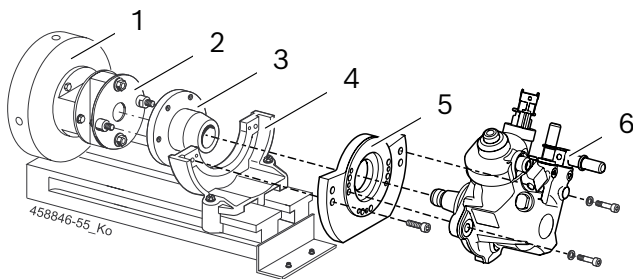

図 1: CP4の固定
1. ドライブカップリング 1 686 401 024（図1、アイテム2）をEPS 708のフライホイール（図1、アイテム1）に固定します。取付けボルトの締め付けトルクは95 ±2 Nmです。
2. 取付けフランジ（図1、アイテム5）をCP4（図1、アイテム 6）に固定します。
3. 取付けフランジ付きのCP4をクランプアングル（図1、ポジション4）に置き、固定します。
4. 駆動フランジ（図1、アイテム3）をCP4のドライブシャフトに固定します。クランプナットの締め付けトルク：80 +10 Nm。